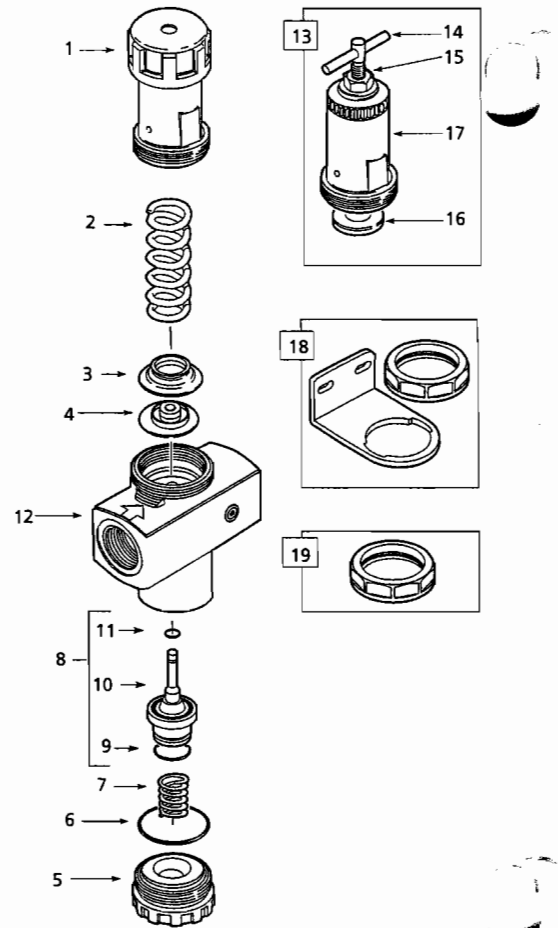

Figure 2 / Figura 2 / Figure 2
## Nettoyage (Voir la figure 2)
## Montage (Voir la figure 2)
2. Monter l'appareil tel qu'indiqué à la figure 2.